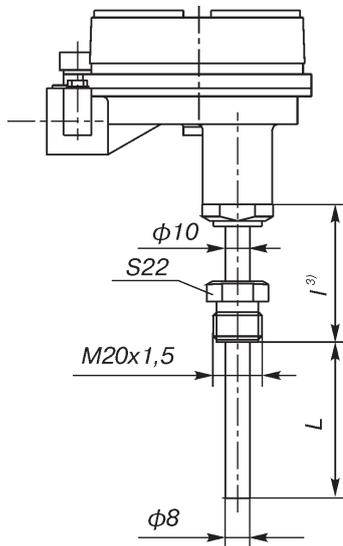

Рис.23 (ост.см.рис.4)
- ³⁾ l = 120, 160, 200 мм (см.*) - для Метран-281-Exd по рис.23;
l = 80 мм - для Метран-286-23-Exd по рис.23.
- 23¹⁾ по рис.23